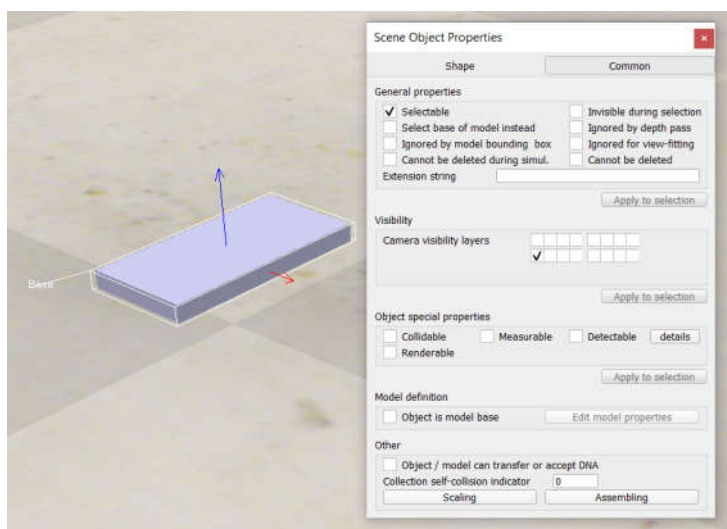

Рис. 3. Включение объекта «*Base*» в 1 группу скрытого слоя
7. Объект «*Base*» будем использовать для настройки динамических качеств платформы робота, а «*Base\_visual*» для демонстрации ее визуальных характеристик и симуляции способности к детектированию датчиками разного типа. Выберите объект «*Base*» и пометьте пункт меню «*Tools – Scene object properties*». В появившемся диалоговом окне выберите закладку «*Common*» (Общие свойства). Установите флажок «*Camera visibility layers*» (Слои видимости камеры) для первой группы второго слоя (рис. 3). Это позволит отнести объект к скрытому (по умолчанию) слою, где, как правило, содержатся динамические и служебные объекты сцены. Выбор первой группы скрытого слоя выполнен произвольно на свое усмотрение разработчика.